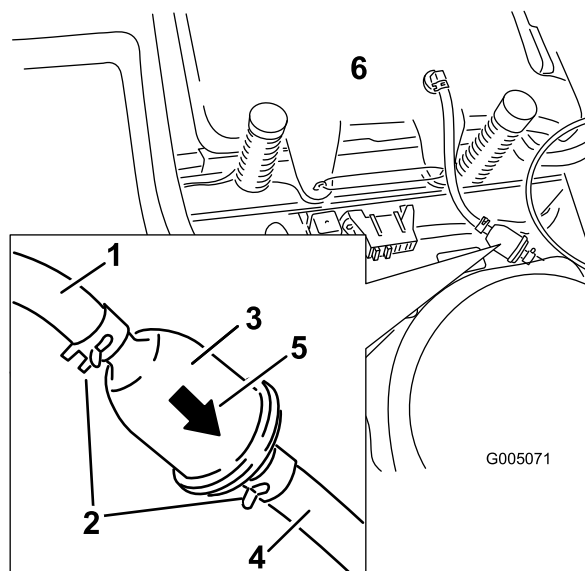

Figura 31
4. Premete le estremità delle fascette stringitubo ed allontanatele dal filtro (Figura 31).
6. Montate un nuovo filtro con la freccia della direzione del flusso proveniente dal serbatoio del carburante e rivolta verso il motore. Spostate le fascette stringitubo in prossimità del filtro (Figura 31) per bloccarlo.